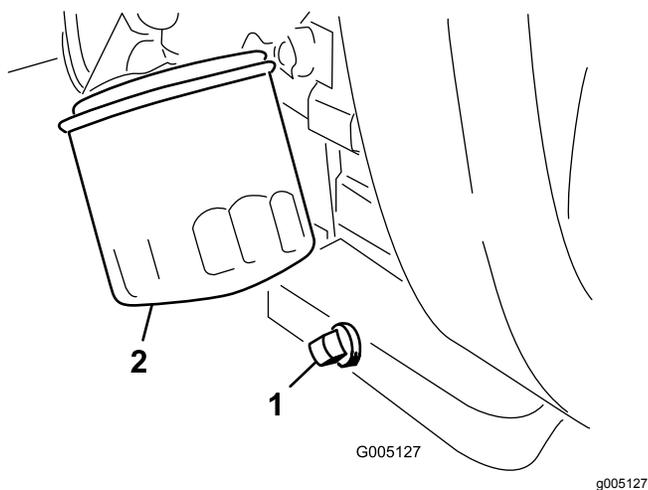

Рисунок 29
1. Снимите пробку сливного отверстия (Рисунок 29) и дайте маслу стечь в сливной поддон.
2. Очистите резьбовую поверхность пробки сливного отверстия, нанесите уплотнитель из тефлона и установите пробку (Рисунок 29).
3. Снимите масляный фильтр (Рисунок 29).